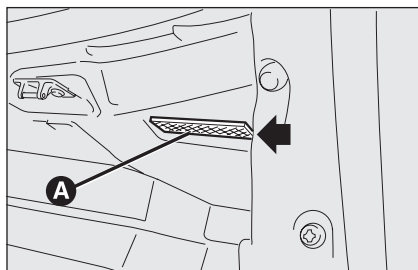
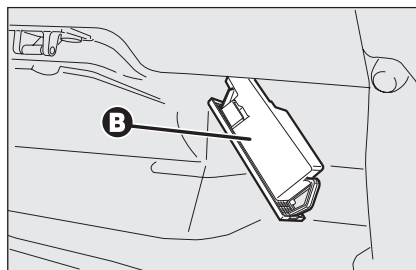

fig. 40
fig. 41
- ☐ enlever le plafonnier **A-fig. 40** en faisant levier sur le point indiqué par la flèche;
- ☐ soulever la protection **B-fig. 41** et remplacer l'ampoule engagée à pression;
- ☐ refermer la protection **B-fig. 41** sur le plafonnier **A-fig. 40**;